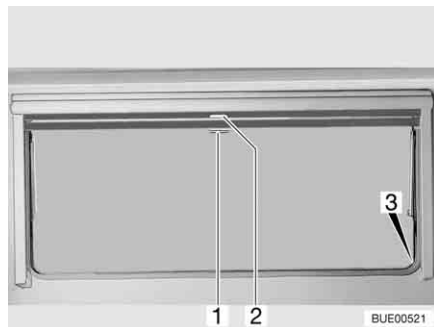

Fig. 23 Finestra apribile
- Tirare verso il basso l'oscurante a rullo accompagnandolo con la maniglia (Fig. 23,2). Quando si chiude completamente l'oscurante a rullo esso va agganciato da entrambi i lati al telaio della finestra nell'apposito elemento di fissaggio (Fig. 23,3).
- Quando l'oscurante a rullo è completamente chiuso: Spingere la maniglia (Fig. 23,2) verso il basso tirandola leggermente verso l'interno. Sganciare l'oscurante a rullo dagli elementi di fissaggio a destra e a sinistra del telaio della finestra.
- Quando l'oscurante a rullo si trova in posizione intermedia: Tirare la maniglia (Fig. 23,2) leggermente verso il basso finché l'elemento di fissaggio non si è sganciato.
- Tirare la maniglia (Fig. 23,1) della zanzariera a rullo verso il basso e agganciarla all'elemento di fissaggio (Fig. 23,3) su entrambi i lati del telaio della finestra.
- Spingere la maniglia (Fig. 23,1) verso il basso tirandola leggermente verso l'interno. Sganciare la zanzariera a rullo dagli elementi di fissaggio a destra e a sinistra del telaio della finestra.